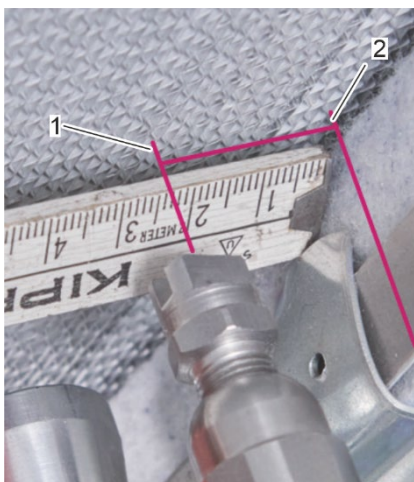

Abbildung 39: Abstand zwischen Wasserdüse und Rotorumfang einstellen
4. Stellen Sie den Abstand zwischen der Mitte der Hochdruckwasserdüse (Abbildung 39/1) und dem Rotorumfang (Abbildung 39/2) auf 2,5 cm ein, indem Sie den Reinigungsschlitten mit Hilfe eines Zollstocks (optional) von Hand bewegen.